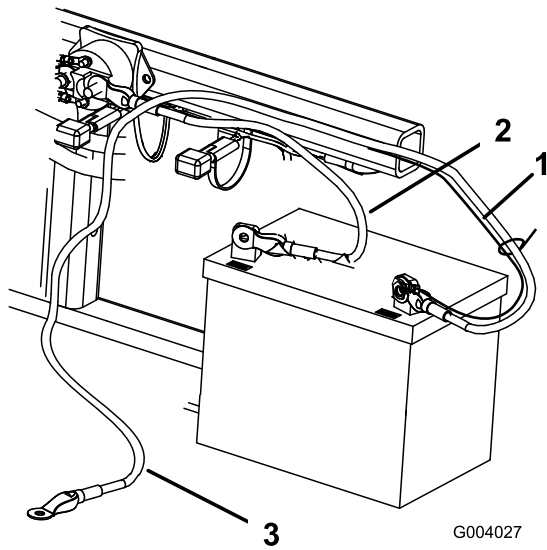

Figura 7
- Conecte el cable positivo (rojo) al borne positivo (+) con un perno (1/4" x 5/8") y una contratuerca (Figura 7).
3. Conecte el cable negro pequeño y el cable negativo (negro) al borne negativo (-) de la batería con un perno ($\frac{1}{4}$ " x $\frac{5}{8}$ ") y una contratuerca ($\frac{1}{4}$ ") (Figura 7).